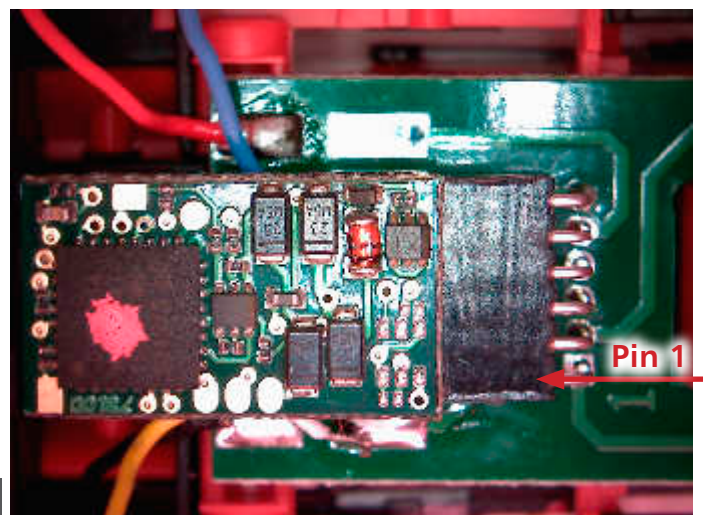

Abb.1
- **Decoder in die Buchse der Leiterplatte stecken (Abb. 1).**